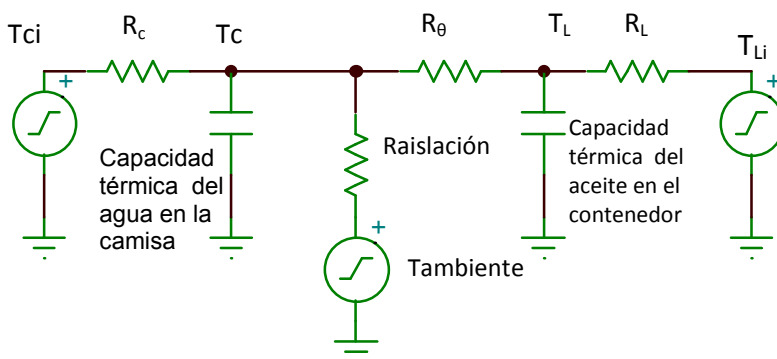
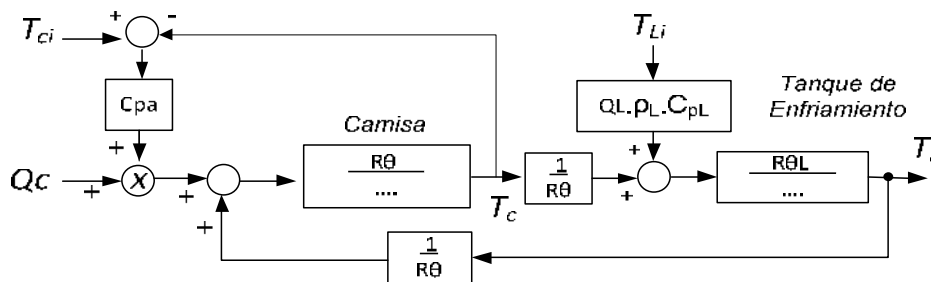

Figura 4. Modelo análogo eléctrico
Figura 5. Diagrama de bloques no lineal.
**A.2.** Realice las mismas simulaciones (con Simulink o simulador de circuitos) sobre el modelo no lineal del sistema. Para construirlo puede tomar como base el análogo eléctrico del sistema térmico en cuestión, que se muestra en la figura 4. A partir del mismo, puede guiarse para rellenar los bloques de la figura 5.
1. Basándose en el esquema de la figura 4 ¿Cual es el caudal aproximado de agua necesario para que la temperatura de salida del aceite ( $T_L$ ) sea de alrededor de  $50^{\circ}\text{C}$ , habiendo ingresado al dispositivo con  $T_{Li}=120^{\circ}\text{C}$ ? (Esto es, calcular  $Q_c$ ). ¿Cuál es la temperatura de la camisa, ( $T_{co}$ )?